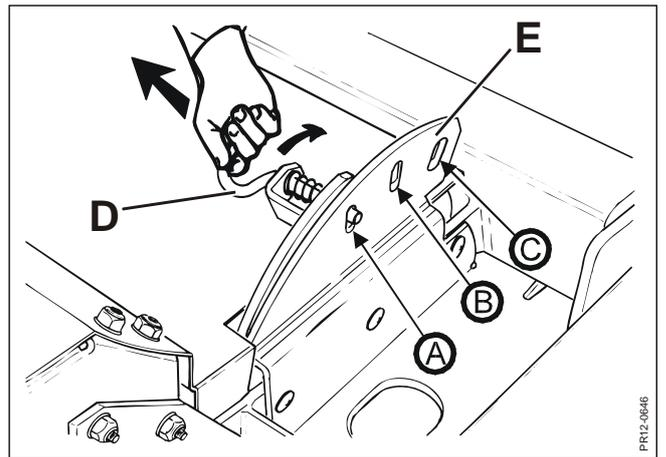

Fig. 3-16
**Fig. 3-16** Das System wird mit dem Handgriff **D** bedient, der in 3 Positionen auf der Konsole **E** angebracht werden kann. Der Abstand der Aufbereiterplatte zum Rotor kann dadurch geändert werden, dass der Handgriff **D** zu einem der anderen Löcher in der Konsole **E** gerückt wird. Wenn der Handgriff auf Pos. A eingestellt wird, ist der Abstand zwischen der Aufbereiterplatte und den Aufbereiterfingern klein, in Pos. B ist der Abstand mittelgroß und in Pos. C ist der Abstand groß.